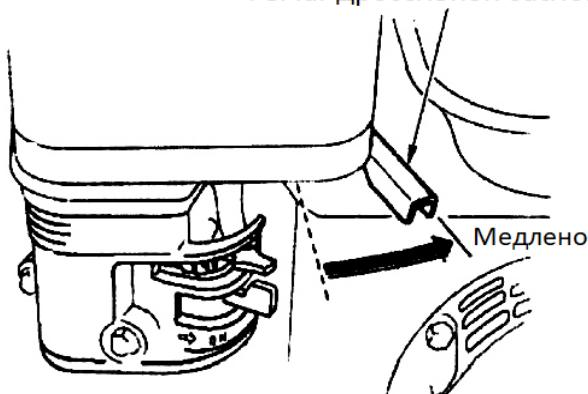

Рисунок 18
- Переведите дроссельный рычаг в положение «выключено» (рисунок 18)